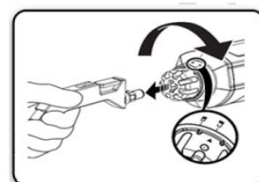

図.4
- (2) 図 4 のように、ロッキングカラーの矢印の表示をロック解除の表示に合うまで回転させ、アダプターをロッキングカラーからまっすぐ引き出して取り外す。